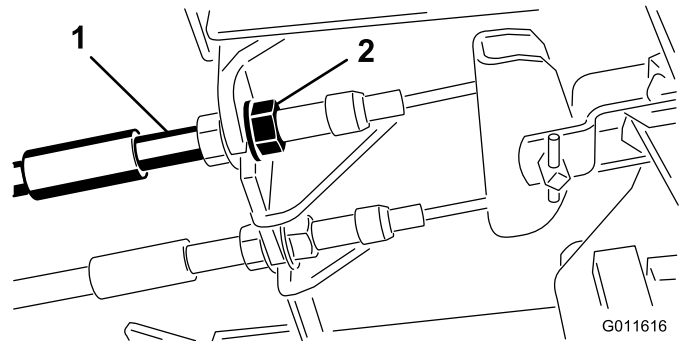

Figure 36
1. Pour réduire la garde aux pédales de frein, serrez les freins en desserrant l'écrou avant sur l'extrémité fileté du câble de frein (Figure 36).